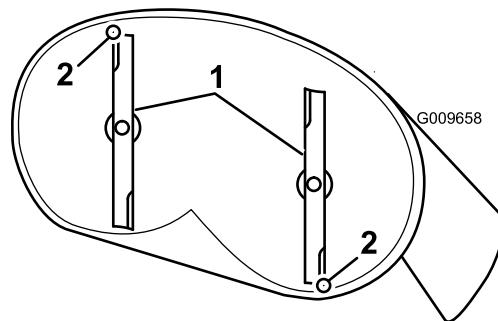
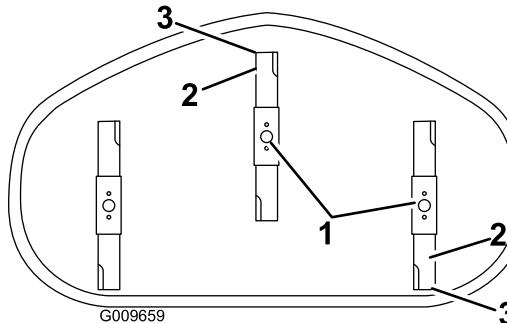

Figura 62
Figura 63
4. Gire cuidadosamente las cuchillas hasta que estén orientadas en el sentido de avance de la máquina (Figura 62 y Figura 63).
5. Mida entre la punta de la cuchilla delantera y la superficie plana y entre la punta de la cuchilla trasera y la superficie plana (Figura 62).
7. Después de realizar el ajuste, compruebe de nuevo la inclinación longitudinal, y siga ajustando la tuerca hasta que la punta de la cuchilla delantera esté entre 1,6 y 7,9 mm más baja que la punta de la cuchilla trasera (Figura 62).